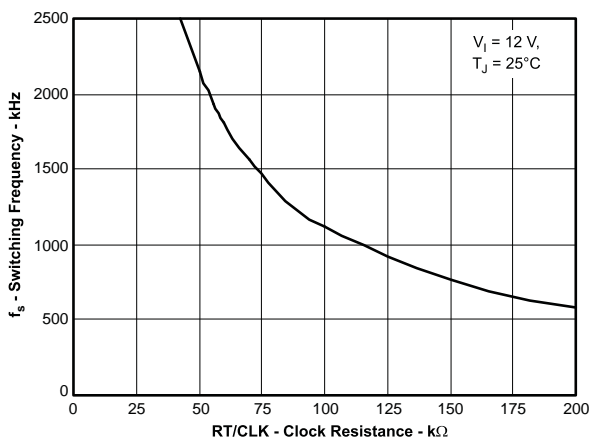
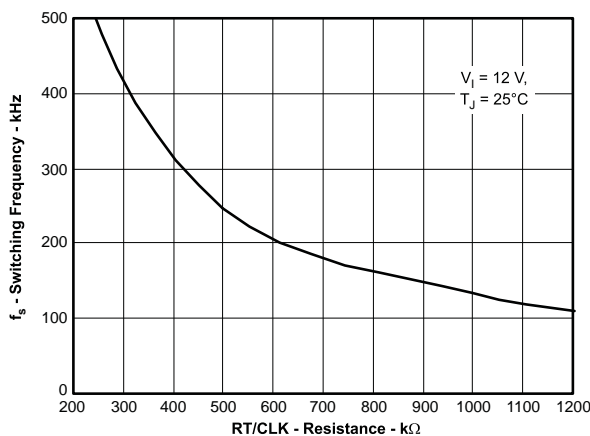

図 40. 高周波数レンジのRT
図 41. 低周波数レンジのRT
TPS54140Aのスイッチング周波数は、RT/CLKピンに抵抗を接続することで、約100kHz～2500kHzという広い範囲にわたって調整可能です。RT/CLKピンの電圧は標準で0.5Vであり、スイッチング周波数を設定するにはグランドとの間に抵抗を接続する必要があります。特定のスイッチング周波数に対するタイミング抵抗を決定するには、式 (11) を用いるか、図40または図41の曲線を使用します。ソリューション・サイズを小さくするには、一般にスイッチング周波数をできるだけ高く設定しますが、電源効率、最大入力電圧、および最小制御可能オン時間の間でトレードオフを考慮する必要があります。
2つの値のうち小さい方を選択し、多少の余裕を取って、1200kHzのスイッチング周波数を使用します。特定のスイッチング周波数に対するタイミング抵抗を決定するには、式 (11) を用いるか、図40の曲線を使用します。